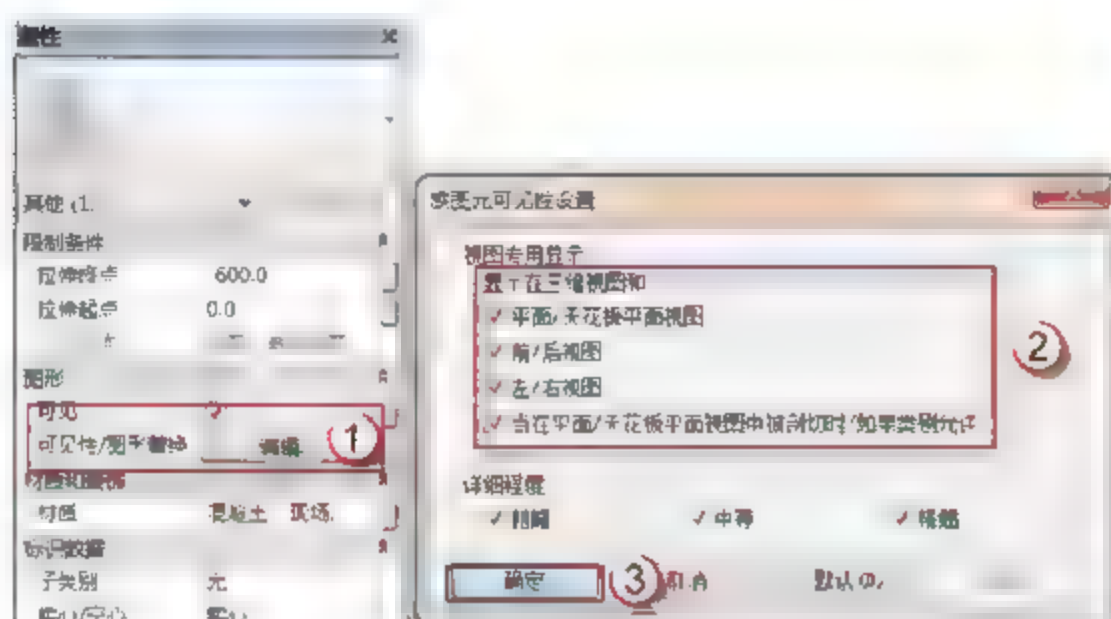

图 2.1.61 承台可见性
(9) 编辑可见性。在“项目浏览器”面板中选择“楼层平面”→“参照标高”选项，选择“承台”，在“属性”面板中单击“可见性/图形替换”后的“编辑”按钮，在弹出的“族图元可见性设置”对话框中，选中全部的复选框，并单击“确定”按钮，如图2.1.61所示。同样选择“垫层”，在“属性”面板中单击“可见性/图形替换”后的“编辑”按钮，